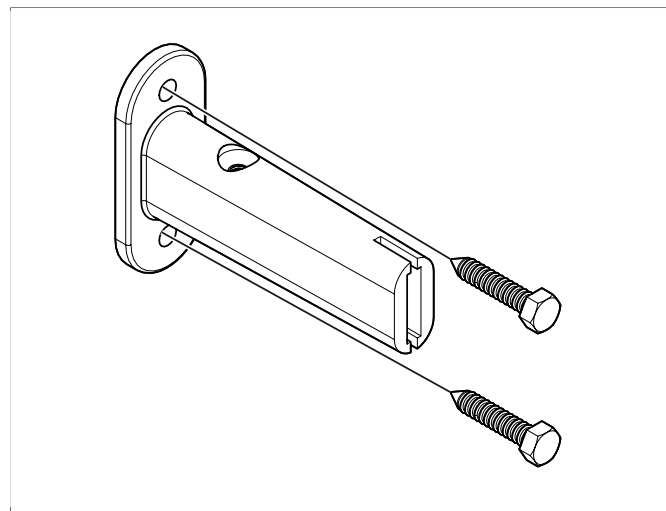

Рисунок 14: Консоль с винтами
15. Установите четыре кронштейна на стене в соответствии с отметками для сверления. Установите два нижних кронштейна с винтовыми отверстиями вниз так, чтобы они скрылись. Только два верхних должны быть закрыты крепёжным винтом (см. **Рисунок 14**, страница 5).